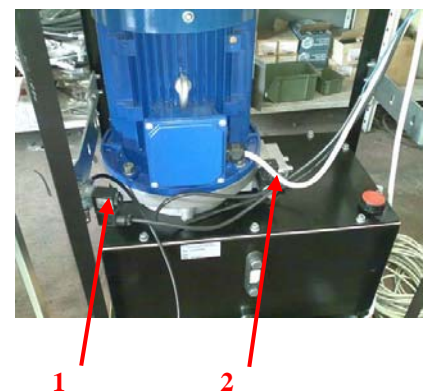

Fig.13
1. In de bedieningskast moeten de twee daalventielen 1 en 2 (Fig.13) tegelijkertijd en tegen de klok in opengedraaid worden.